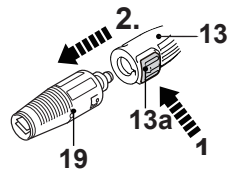
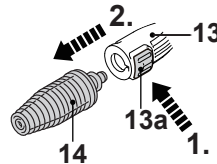

Fig. 34
Fig. 35
8. Presione el botón de liberación (13a) y desconecte la boquilla de chorro variable (19) (Fig. 34) o la de la boquilla rotativa (14) de la lanza extensible (13) (Fig. 35).